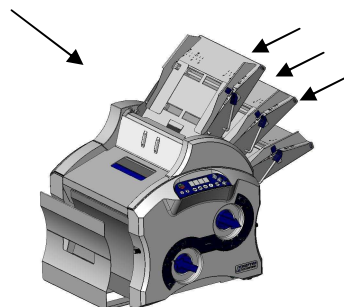

Abb. 07
2.4.2 Papiereinlegen beim TF MULTI plus (= drei Papierkassetten, siehe Abb. 07)